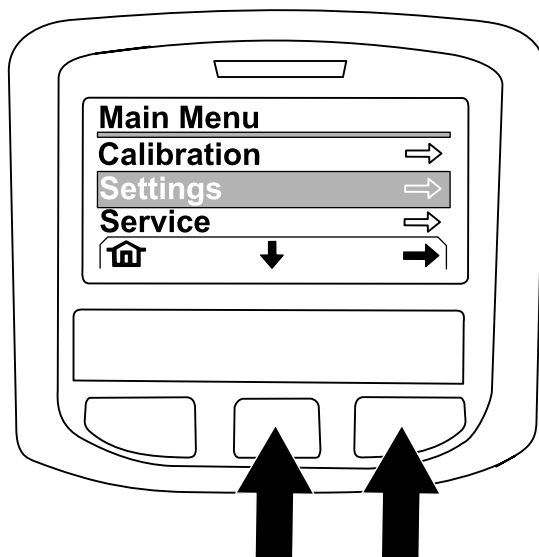

Рисунок 225
4. На странице Главного меню (MAIN MENU) нажмите среднюю кнопку, чтобы перейти к позиции SETTING (НАСТРОЙКА) и нажмите правую кнопку, чтобы выбрать эту позицию (Рисунок 225).